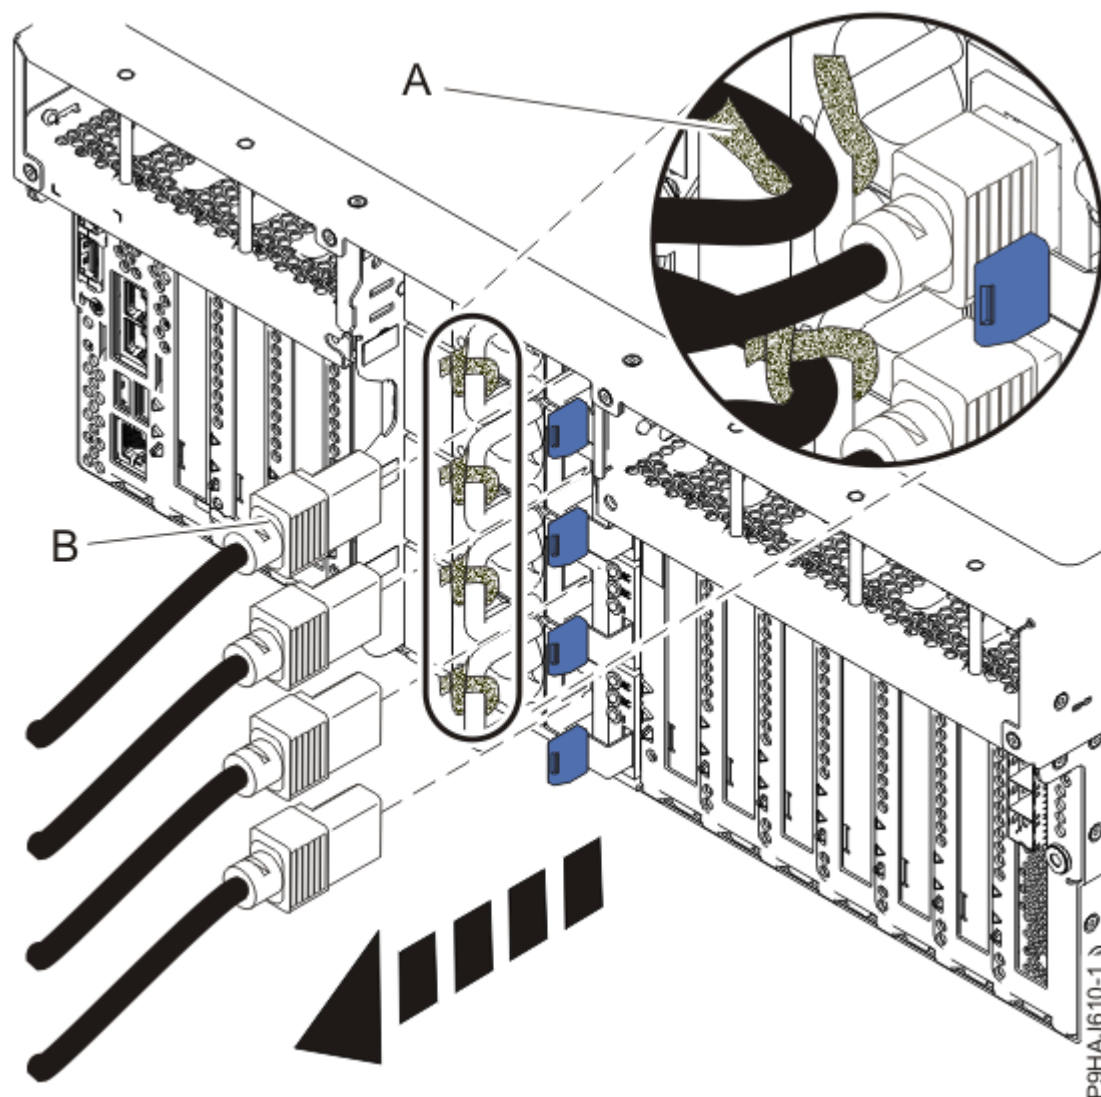

Figure 50. Retrait des cordons d'alimentation d'un serveur monté en armoire
4. Étiquetez et déconnectez les cordons d'alimentation de l'unité centrale. Voir Figure 50, à la page 54 ou Figure 51, à la page 55.